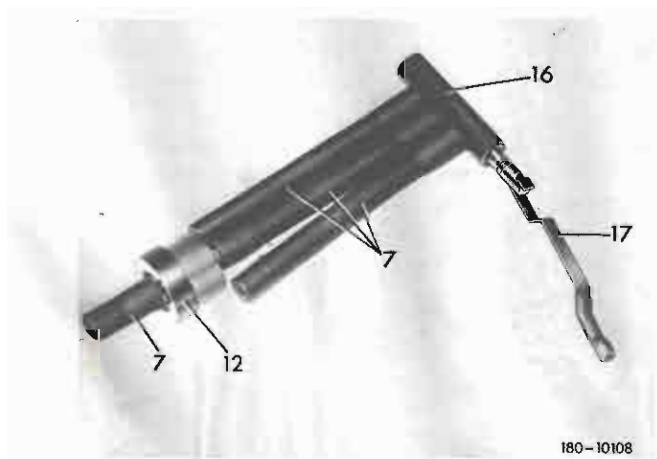
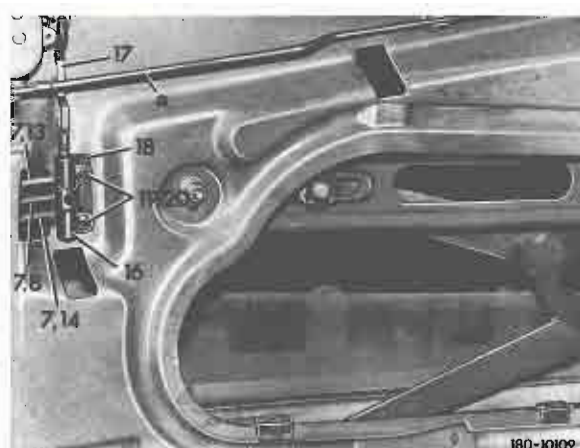

Bild 5
Bild 6
27 Schaumstoffklebeband (15) am Unterdruckschalter (16) so ankleben, daß es zwischen Türe und Unterdruckschalter (16) zur Anlage kommt. Anschließend Bügel an Unterdruckschalter (16) einhängen (Bild 5).
28 Auf den Unterdruckschalter (16) nach Bild 5 drei 90 mm lange Verbindungsstücke (7), das Rückschlagventil (12) und ein 30 mm langes Verbindungsstück aufschieben. Anschließend Verbindungsstücke an den Unterdruckleitungen (8, 13 und 14) anschließen (Bild 6).
29 Unterdruckschalter (16) am Türschloß einhängen, dazu Zugstange (a) aushängen. Anschließend Unterdruckschalter (16) mit den Teilen (18 bis 20) nach Bild 6 anschrauben und Zugstange (a) wieder einhängen.